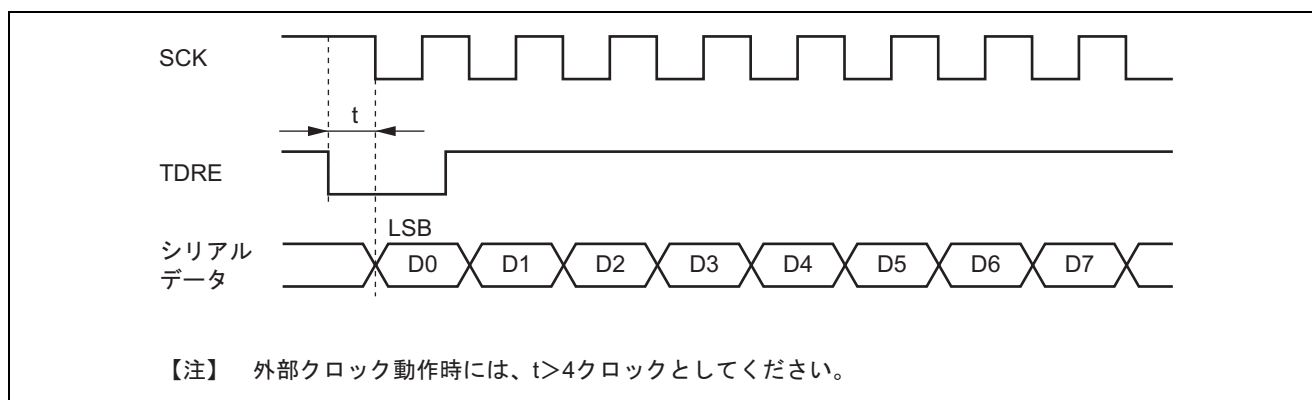

図 16.35 DTC によるクロック同期式送信時の例
1. 同期クロックに外部クロックソースを使用する場合、DMACまたはDTCによるTDRの更新後、 ϕ クロックで5クロック以上経過した後に送信クロックを入力してください。TDRの更新後4クロック以内に送信クロックを入力すると誤動作することがあります（図16.35参照）。